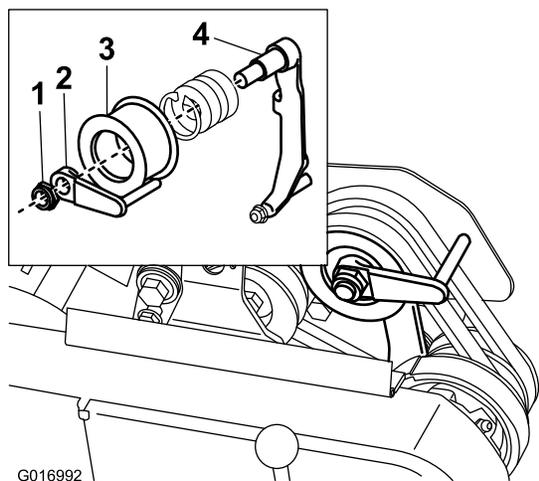

図 44
8. エンジンを使わずに、楽に機体を押ししたり引いたりすることができるように、ベルトガイド (図 44; 挿入図) を以下のように調整しておきます: